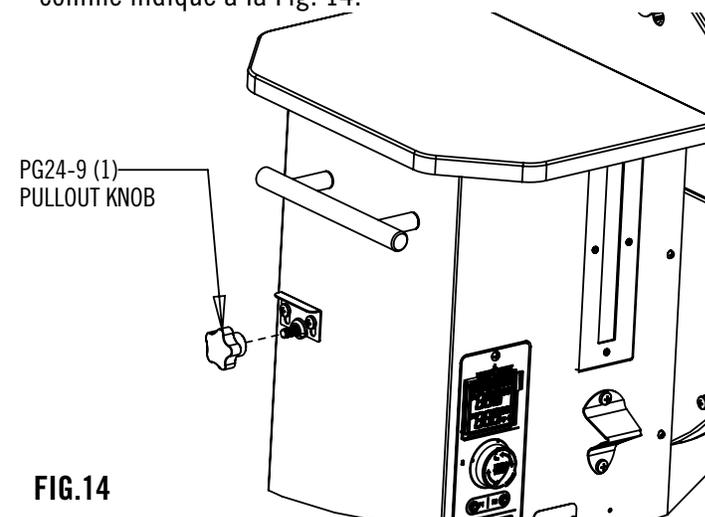

FIG.14
1. Serrer à la main le bouton de nettoyage du bac à déchets comme indiqué à la Fig. 14.